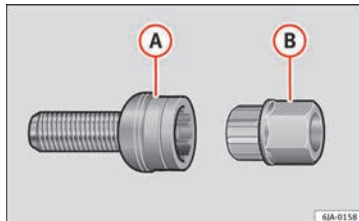

Abb. 61 Sicherheitsradschraube mit Adapter
- Stecken Sie den Adapter **(B)** » » **Abb. 61** mit seiner verzahnten Seite bis zum Anschlag so in die innere Verzahnung der Sicherheitsradschraube **(A)**, dass nur noch der äußere Sechskant herausragt.